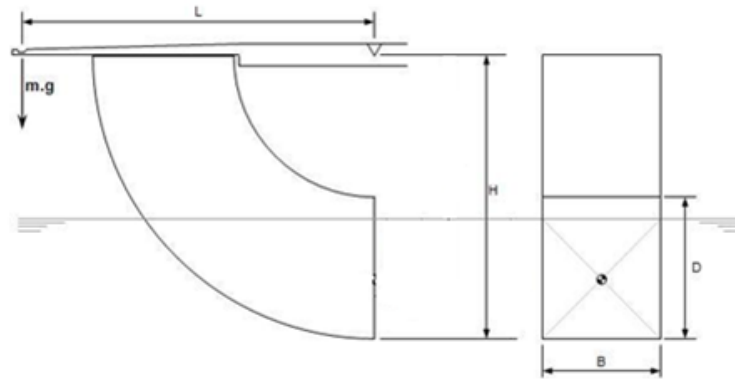

Figura 5. Medidas a registrar⁵
- 1) Medir las dimensiones del aparato, que se muestran en la Figura 5.